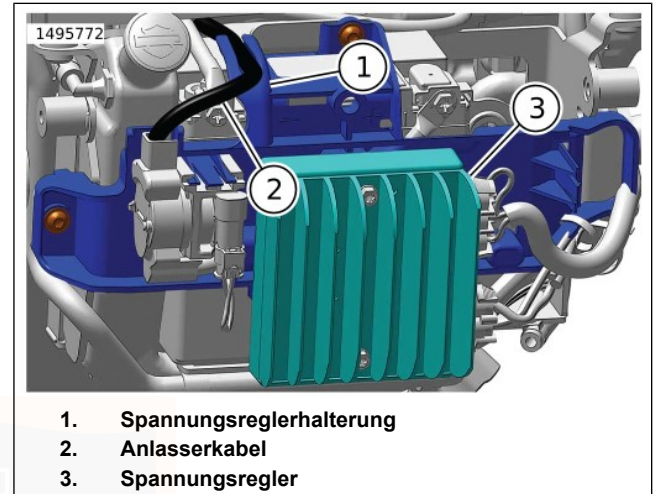

Abbildung 82. Negative Kabelhalterung
- a. Abbildung 82 Das Anlasserkabel (2) in der Halterung (1) verlegen.